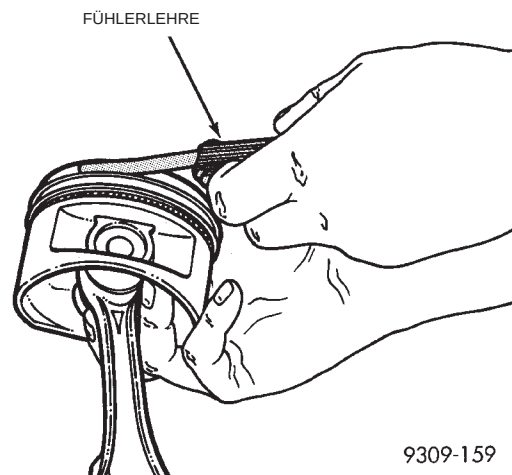

Abb. 8 Seitenspiel des Pleuelrings messen
(2) Nutspiel des Pleuelrings messen (Abb. 8). Siehe Tabelle der Sollwerte/Pleuelringe.